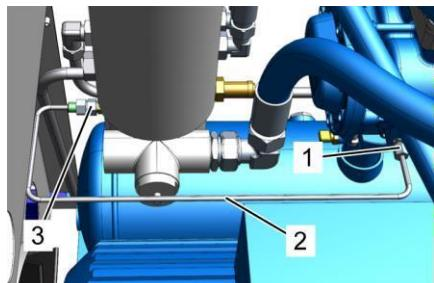

Рис. 43: Обратный трубопровод
Отсоедините обратный трубопровод (Рис. 43/2) на мультиблоке (Рис. 43/3) и ступени компрессора (Рис. 43/1).
6. Очистите обратный трубопровод (Рис. 43/2) и сопло, при необходимости замените их оригиналными запчастями (↗ *Приложение D «Список запчастей» на странице 124*).
7. Снова установите сопло и обратный трубопровод (Рис. 43/2) на место и затяните резьбовые соединения (↗ *Приложение В «Моменты затяжки винтов» на странице 119*).